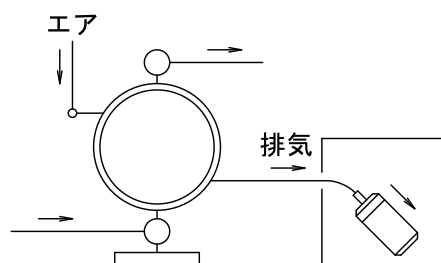

Fig.3.2
*排気は液材中ではなく外部に開放してください。方法は後述の<NOTE>外部排気の方法 Fig.3.2を参照してください。